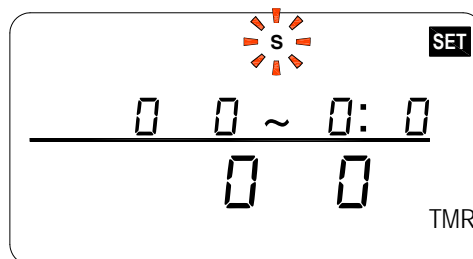

Abbildung 11
4. Drücken Sie . Die Anzeige wechselt zur Timereinstellung und zeigt TMR mit einem blinkenden S für den Wochentag Sonntag, siehe Abbildung 11.